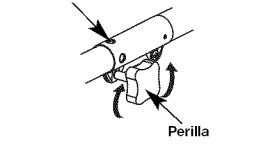

Fig. 13
1. Gire la perilla en sentido antihorario para aflojarla (Fig. 13).
3. Gire la perilla en sentido horario para ajustarla (Fig. 13).
Para recortar bordes mientras usa el accesorio de corte de cabeza de línea con modelos EZ-Link™, trabe el botón de desconexión en el orificio lateral de 90° (Fig. 13).